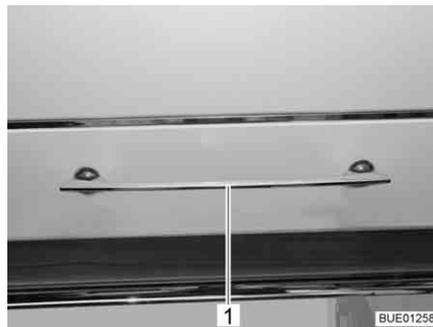

Fig. 59 Sportello del mobile con maniglia di sbloccaggio
- Premere la maniglia di sbloccaggio (Fig. 59,1) verso il basso e tenerla premuto.